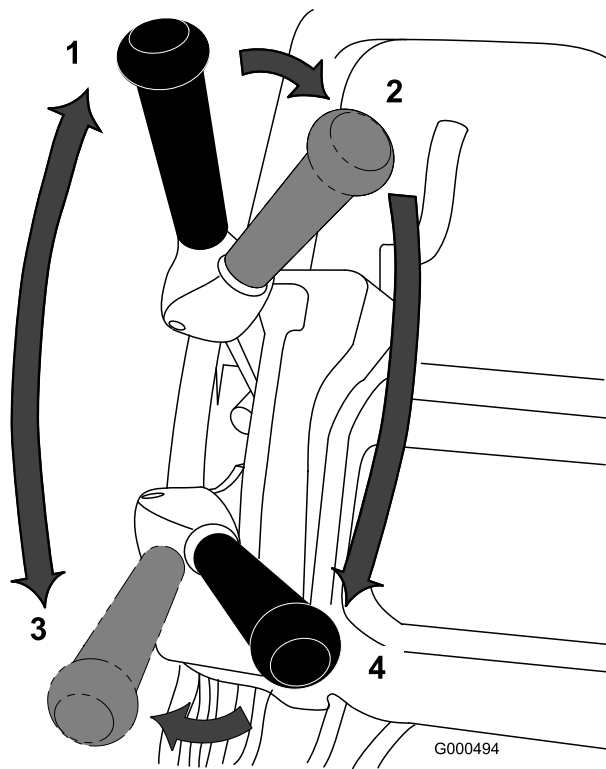

Рисунок 30
1. Запустите двигатель, установите дроссельную заслонку на пониженную частоту вращения, нажмите на ручку вниз, чтобы поднять режущий блок, нажмите на механизм контроля присутствия оператора, переведите рычаг тяги в положение Включено и переместите газонокосилку на край газона (Рисунок 30).
2. Переведите рычаг тяги в положение Выключено и включите рычаг привода барабана (Рисунок 30).
3. Переведите рычаг тяги в положение Вкл., увеличивайте посредством дроссельной заслонки обороты двигателя до тех пор, пока машина не будет двигаться с требуемой скоростью, переместите машину на газон, опустите переднюю часть машины и начните скашивание (Рисунок 30).